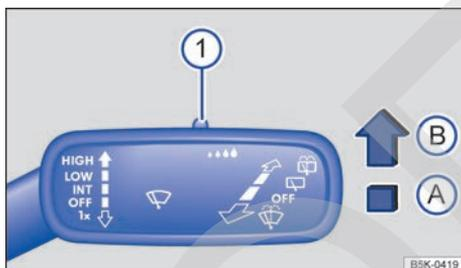

Fig. 88 En el lado derecho de la columna de dirección: palanca del limpiacristales.
Presione la palanca hasta la posición deseada → fig. 88:
La sensibilidad del sensor de lluvia y de luz puede ajustarse manualmente con el mando → fig. 88 (1) situado en la palanca del limpiacristales → ▲.